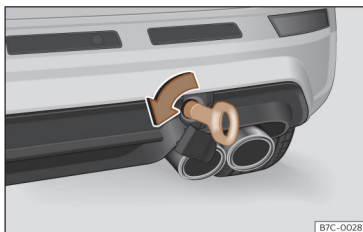

Fig. 186 Du côté droit du pare-chocs arrière : œillet de remorquage vissé.
- Vissez l'œillet de remorquage dans le logement en le faisant tourner au maximum **dans le sens inverse des aiguilles d'une montre** >>> **fig. 186**, >>> ⓘ. Utilisez un objet approprié pour visser fermement et entièrement l'œillet de remorquage dans son logement.